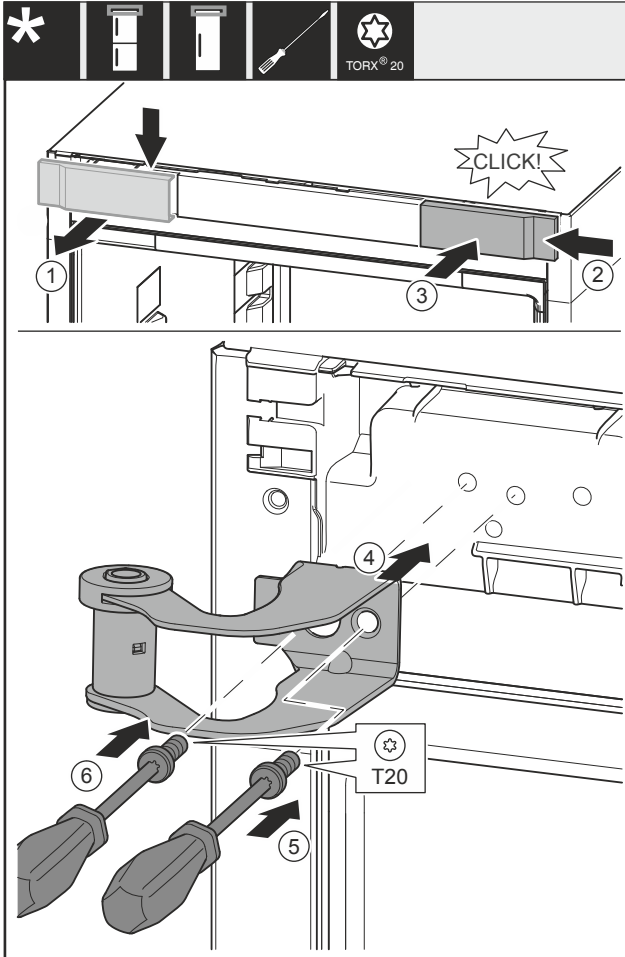

Fig. 18
- ▶ Vegye ki felülről a fedelet Fig. 18 (1) előrefelé.
- ▶ Akassza be a fedelet Fig. 18 (2) 180°-kal elfordítva a másik oldalra jobb felől.
- ▶ Pattintsa be a fedelet Fig. 18 (3).
- ▶ Helyezze fel a felső csapágybakot Fig. 18 (4).
- ▶ Húzza meg a csavart Fig. 18 (5).
- ▶ Húzza meg a csavart Fig. 18 (6).